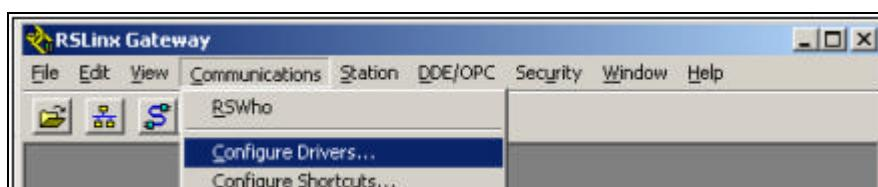

图 3-126 选择驱动组态
(2) 单击菜单栏中 Communications->Configure Drivers... 或在工具条上单击 Configure Drivers (组态驱动)，如图3-126所示。